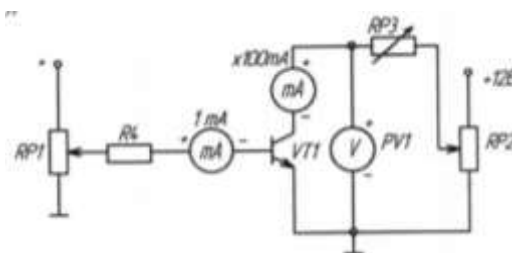

Рисунок 19
1. Собрать схему (рис. 19) для снятия статической характеристики прямой передачи по току $I_K = f(I_B)$ биполярного транзистора. Для измерения тока базы подключить миллиамперметр PA1 (до 1 мА), а для измерения тока коллектора подключить PA2 (до 100 мА). Для измерения напряжения на коллекторе использовать вольтметр PV1, в качестве резистора в цепи коллектора использовать резистор RP3. Результаты измерений занести в таблицу 25.